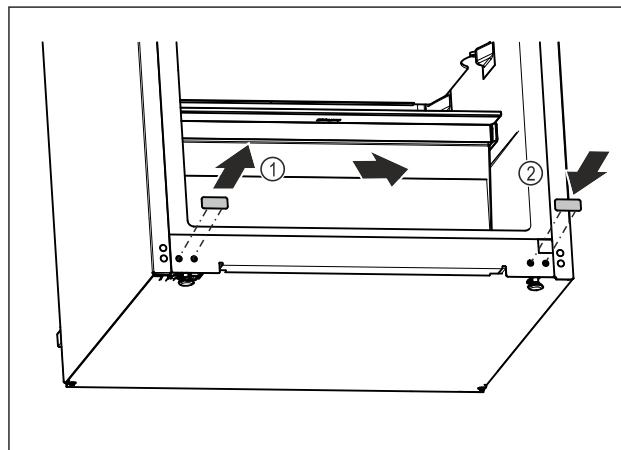

Fig. 16
- ▶ Издърпайте покриващата тапа. Fig. 16 (1)
- ▶ Поставете покриващата тапа от другата страна. Fig. 16 (2)